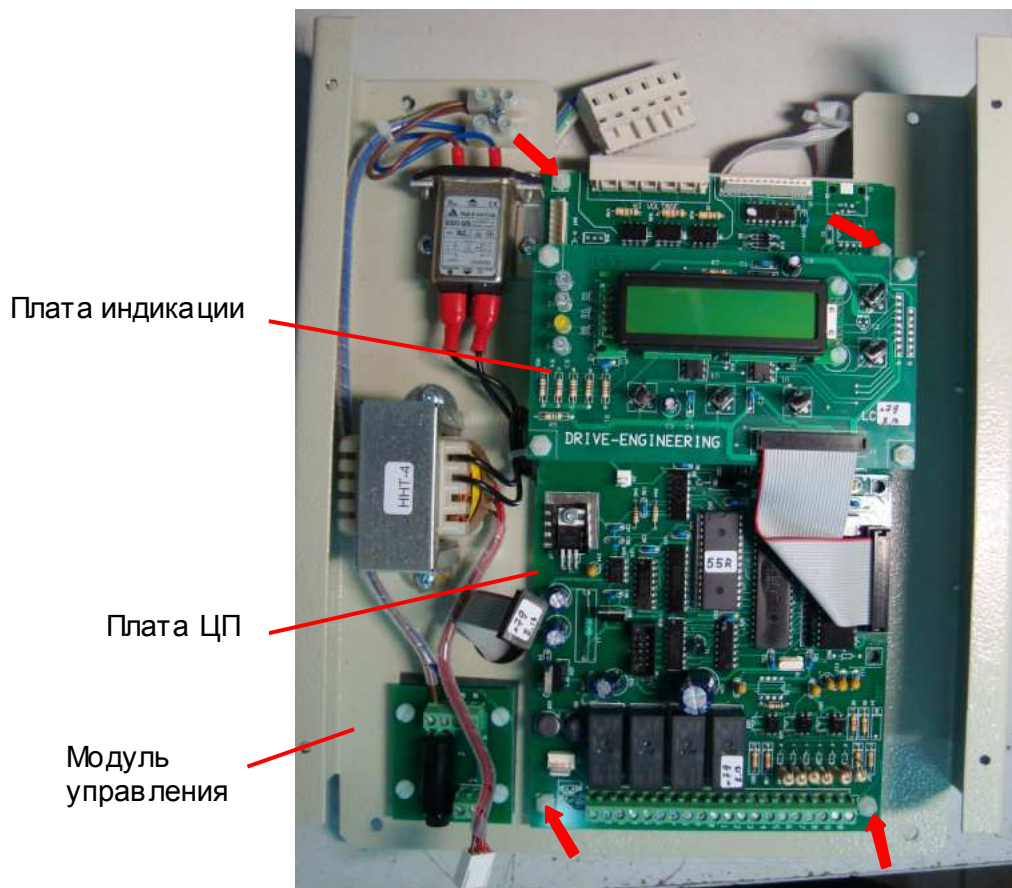

Рис. 7.27
7.10.5. Установить плату ЦП на модуль управления согласно рис. 7.27 и зафиксировать ее четырьмя пластмассовыми гайками (рис. 7.27, красные стрелки).